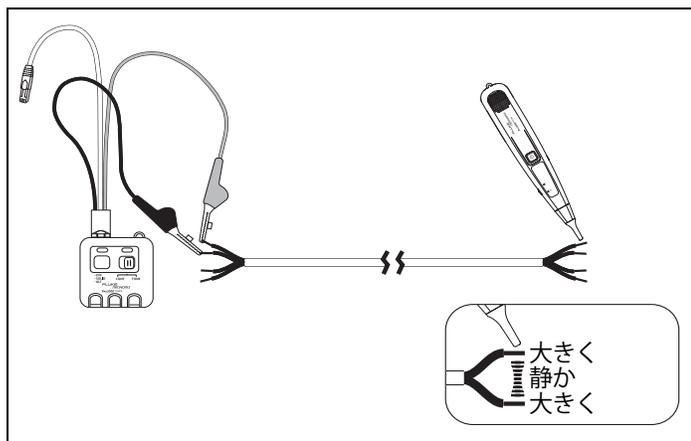

図 4. ペアー線のトレース
- 2 プローブ・チップをゆっくりと、ワイヤーに直角に動かします (図 4)。最初のワイヤーの上でトーンの音量が大きく、2 本のワイヤーの間で小さく、2 本目のワイヤーの上で大きい場合、ターゲットのペアが見つかったことになります。
SmartTone 機能は、次の手順で使用します (図 4)。